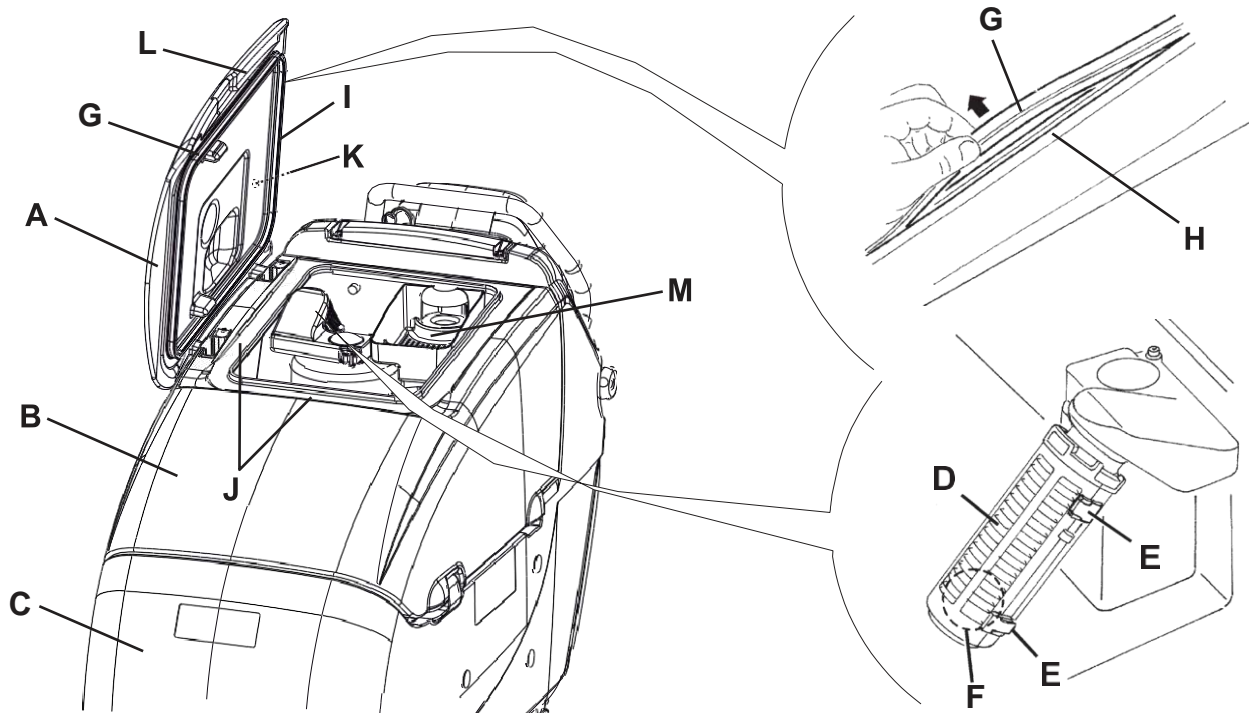

Abb. 12
2. Das Gerät ausschalten, indem der Schalter (66) etwa eine Sekunde lang gedrückt wird.
3. Deckel (A, Abb. 12) öffnen.
5. Den Deckel (A), die Tanks (B und C) und das Ansauggitter mit automatischem Schwimmverschluss (D) mit klarem Wasser reinigen und waschen.